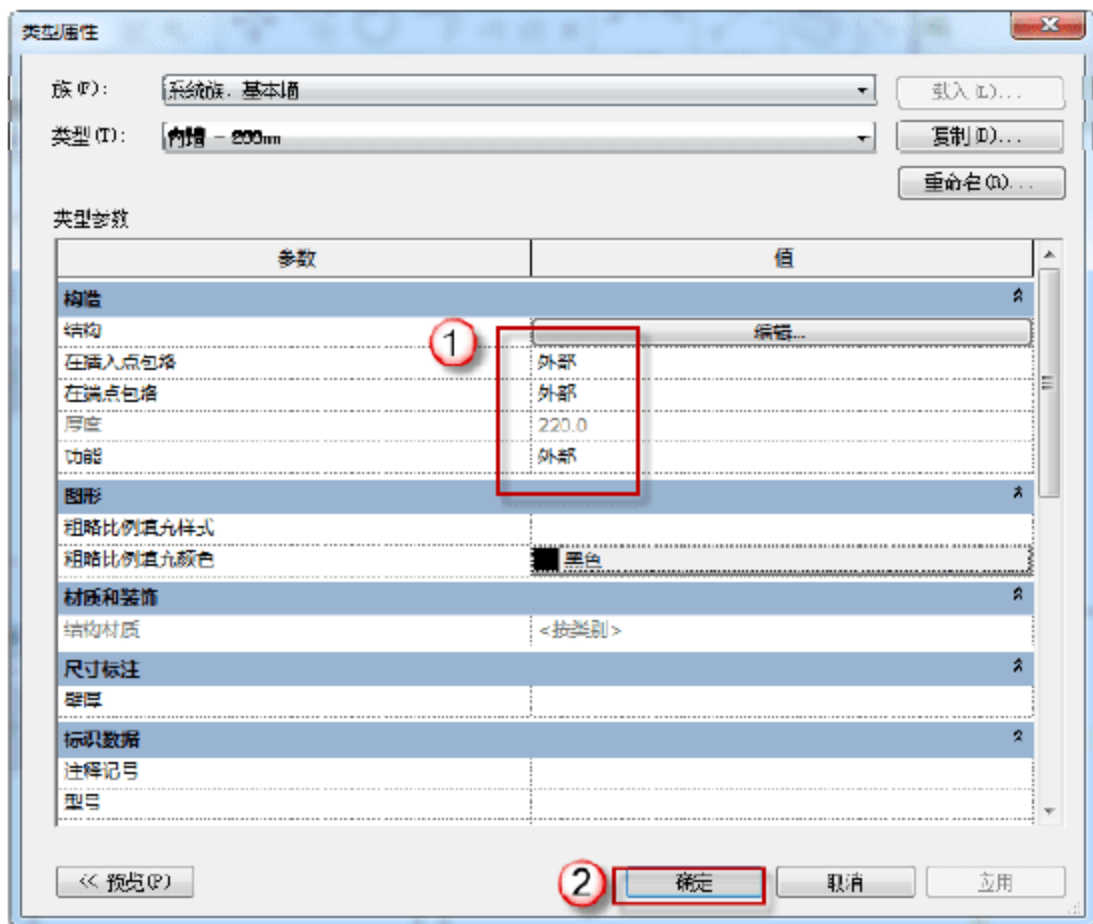

图 9.1.35 完成“内墙-200mm”的编辑
(8) 完成“内墙 - 200mm”的编辑。在“类型属性”对话框中,选择“在插入点包络”后的参数“不包络”→“外部”,再选择“在端点包络”后的参数“无”→“外部”,选择功能参数后的“无”→“外部”,然后单击“确定”按钮,如图 9.1.35 所示。